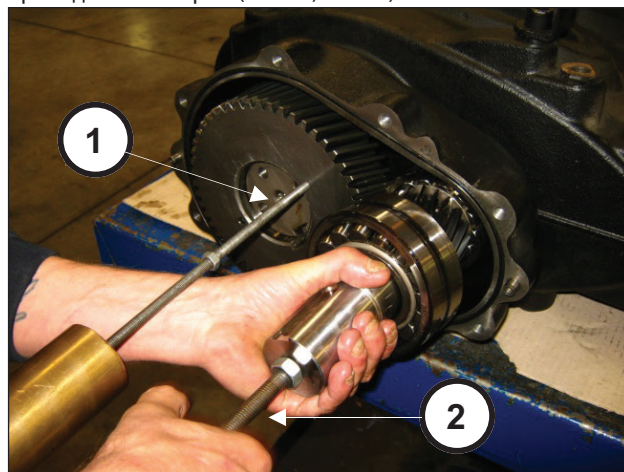

Рис. 12
Чтобы снять узел приводной и коронной шестерни, необходимо применить ударные массы к 2 отверстиям M8 коронной шестерни (поз. ①, Рис. 12) и к отверстию M12 приводной шестерни (поз. ②, Рис. 12).